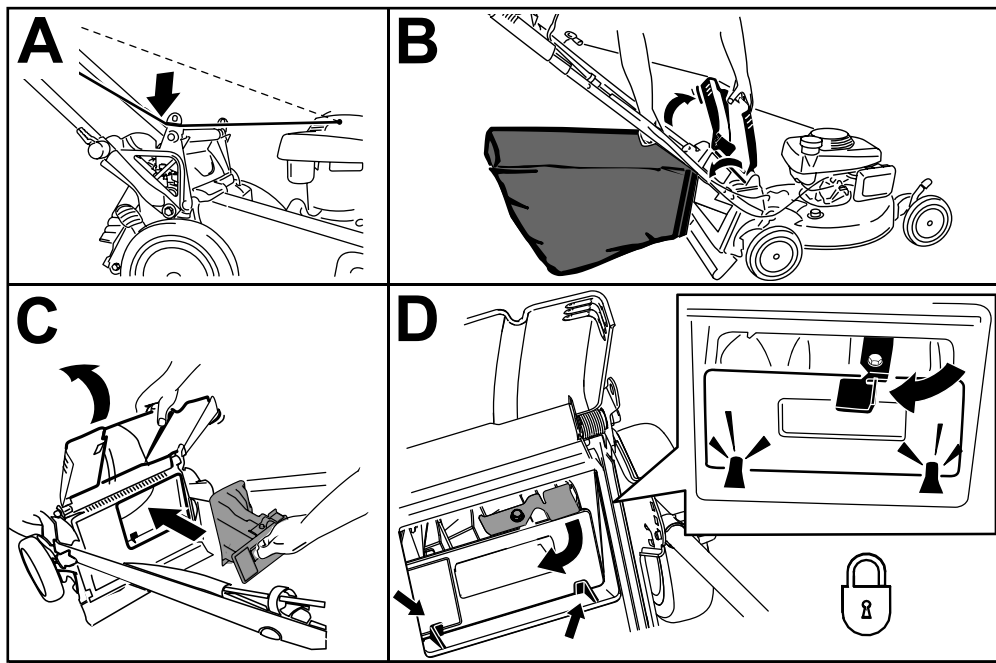

Bild 18
1. Verlegen Sie das Starterkabel um die untere Kabelführung (A in Bild 18).
2. Halten Sie das hintere Ablenkblech an und heben Sie den Fangkorb am Griff aus den Kerben der Holmhalterungen (B in Bild 18).
3. Setzen Sie die Heckauswurfklappe ein (Bild 18).
Wichtig: Stellen Sie sicher, dass die Heckauswurfklappe arretiert ist. Drücken Sie die Klappe fest ein, bis sie hinter den Nasen einrastet, und drehen Sie den Hebel an der Klappe nach links (D in Bild 18).